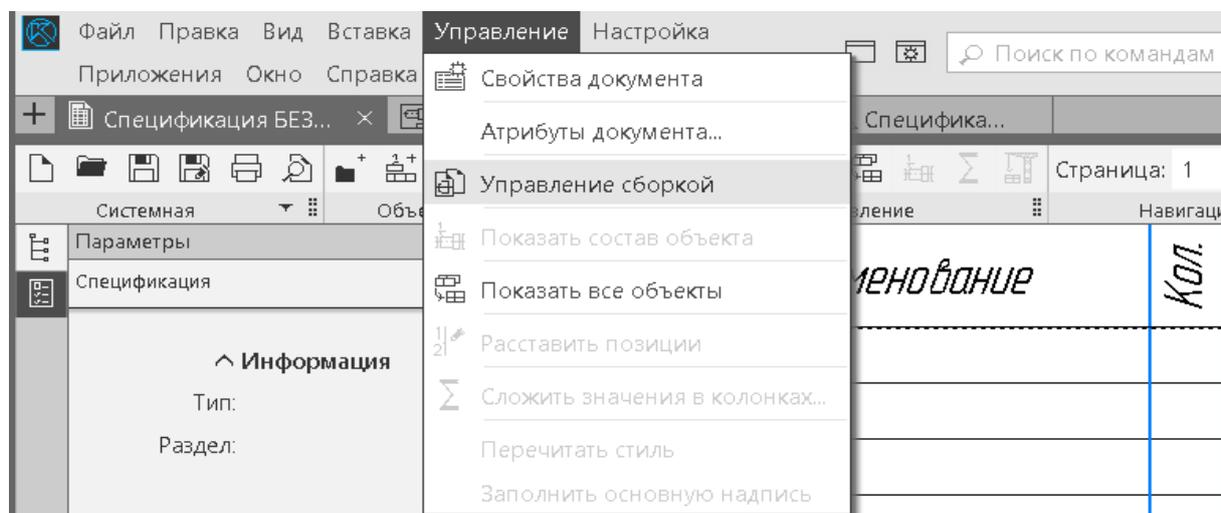

Рисунок 27. – Выбор команды **Управление сборкой**
1. В меню выберите команду **Управление** –  **Управление сборкой** (рисунок 27).